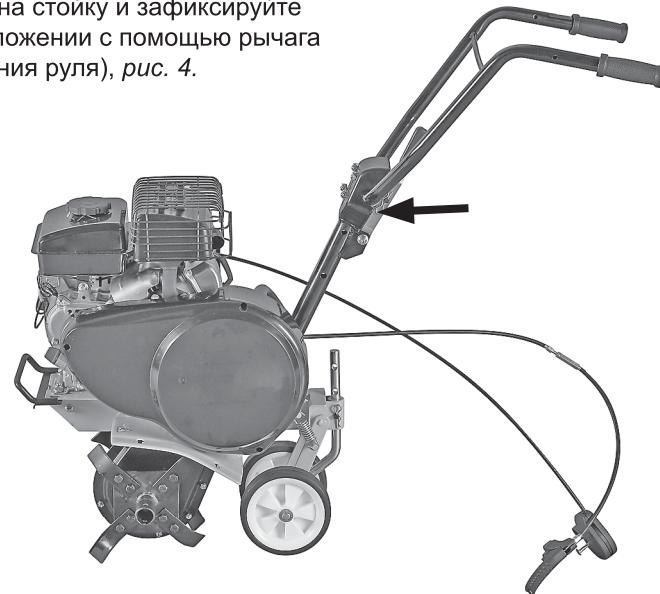

Рис. 4
2. Установите руль на стойку и зафиксируйте в произвольном положении с помощью рычага (фиксатора положения руля), рис. 4.